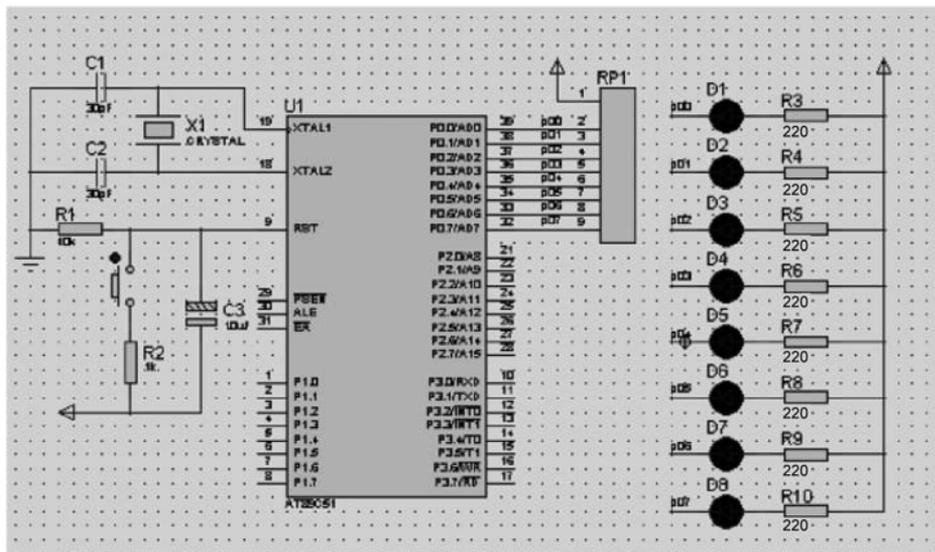
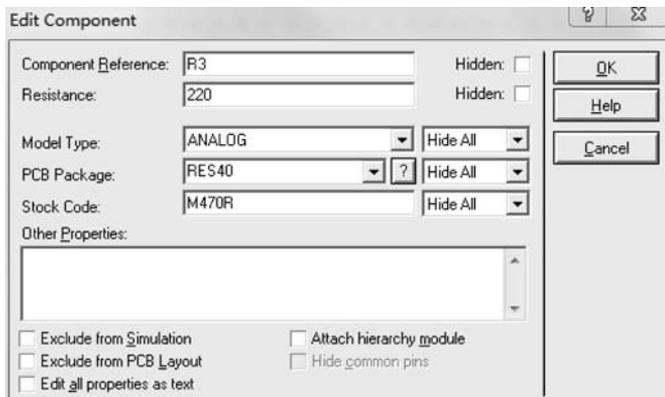

图 5-26 连线工作完成后的电路原理图
图 5-27 修改元器件属性
(3) 通过总线连接。单击绘制工具栏的“总线”按钮,可在原理图中放置总线。将需要连接的电子元器件引脚引出连线连接至总线上,并添加网络标号。注意:系统会认为网络标号相同的引脚是连在一起的(本例中没有用到总线连线,读者可以自行练习)。连线工作完成后的电路原理图如图 5-26 所示。
在需要修改属性的元器件上双击,即可弹出 Edit Component 对话框,在此对话框中设置或修改元器件属性。例如,要修改如图 5-26 中 R3 电阻的阻值为 220Ω ,如图 5-27 所示。